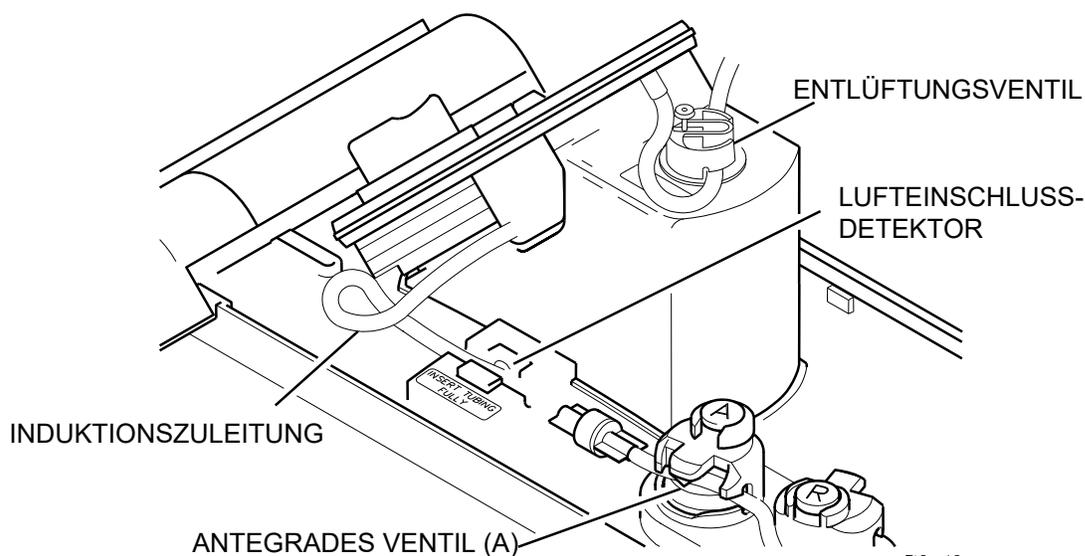

ABBILDUNG 6.4:
5. Leiten Sie die Kardioplegie-Induktionszuleitung durch den Luftsenschlussdetektor und das antegrade Induktionsventil (A) (Abbildung 6.4). Drücken Sie das Ventil dazu herunter und halten Sie es offen, während Sie die Leitung einführen.